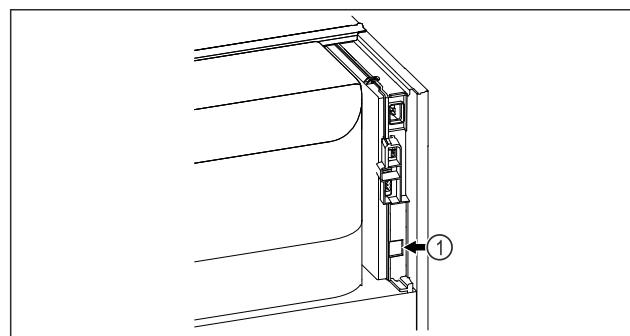

Fig. 101
- ☐ Se utiliza SmartModule Fig. 101 (1).